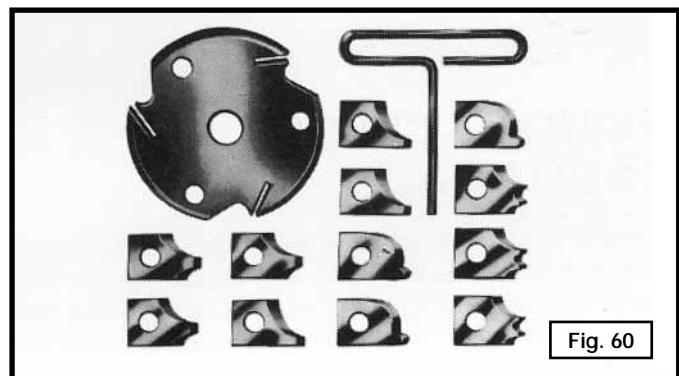

Fig. 60
1. La Fig. 60 muestra un cabezal portacuchilla para moldura (A) ensamblado con el eje de la sierra. Además, se debe usar el inserto para mesa de cabezal portacuchilla para moldura (B) en lugar del inserto para mesa estándar.